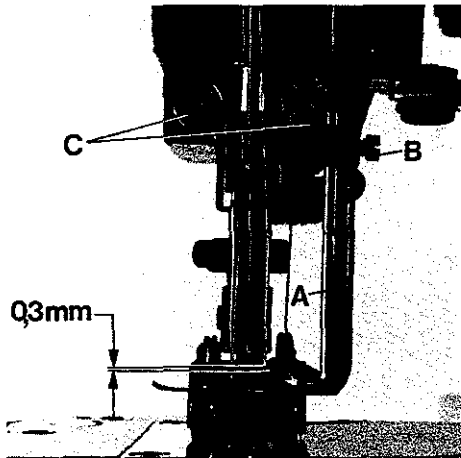
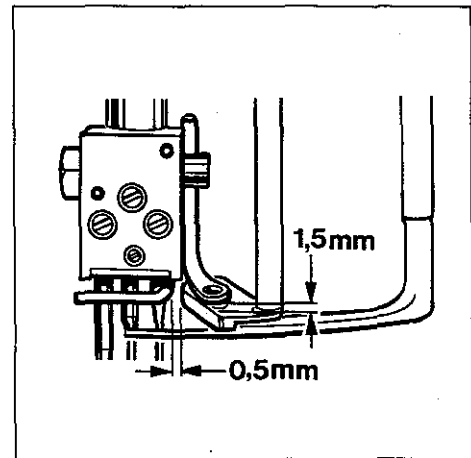

Fig.34
Fig.35
Rotate pulley until the needles are in their upmost position. Set the height of the guide for top cover thread (A, Fig. 34) so the lower edge of guide is approx. 0.3 mm (.012 in.) below the tip of the right needle (see Fig. 34) and the top cover thread just passes freely under the right needle tip. After loosening screw (B), the guide can be moved up or down, as required. Retighten screw.
Rotate pulley until the needles are in down position. In this position there should be a distance of 0.5 mm (.020 in.) between the shank of the right needle and the guide (see Fig. 35). After loosening the two screws (C, Fig. 34), the bracket with guide can be moved to the left or right, as required. Retighten the screws.
Drehen Sie an der Handrad-Riemenscheibe bis die Nadeln in der höchsten Stellung sind. Stellen Sie die Führung für Oberlegfaden (A, Fig. 34) in der Höhe so ein, daß die Unterkante der Führung etwa 0,3 mm unter der rechten Nadelspitze liegt (siehe Fig. 34) und der Oberlegfaden knapp unter der rechten Nadelspitze frei durchgeht. Nach Lösen der Schraube (B) läßt sich die Führung entsprechend nach oben oder unten verschieben. Ziehen Sie die Schraube wieder an.
Drehen Sie an der Handrad-Riemenscheibe bis die Nadeln in der untersten Stellung sind. Zwischen dem Kolben der rechten Nadel und der Führung soll in dieser Stellung ein Abstand von 0,5 mm sein (siehe Fig. 35). Nach Lösen der beiden Schrauben (C, Fig. 34) läßt sich der Halter mit der Führung entsprechend nach links oder rechts verschieben. Ziehen Sie die Schrauben wieder an.